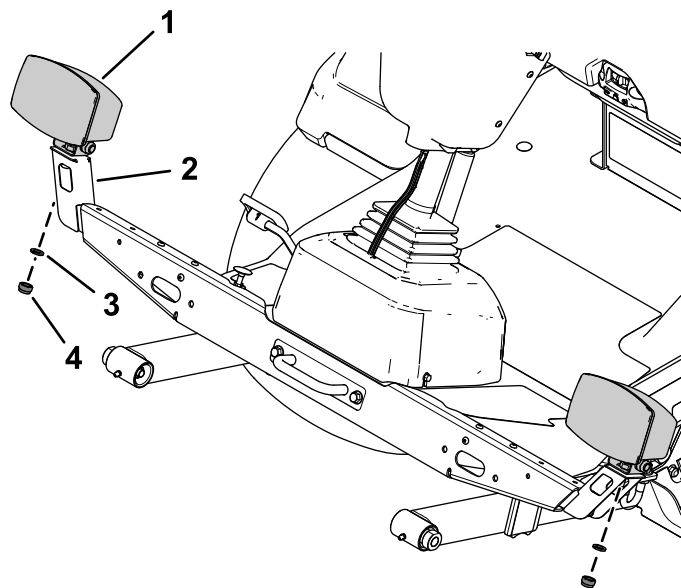

Figure 14
4. Fixez les feux gauche et droit sur les supports gauche et droit à l'aide de la rondelle frein et de l'écrou hexagonal de chaque feu (Figure 14).